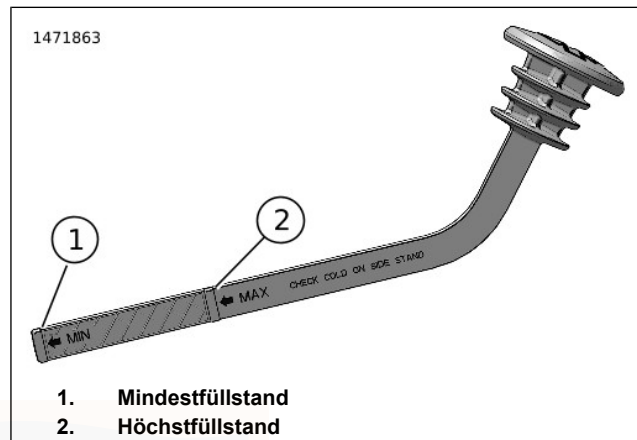

Abbildung 65. Kühlmittel-Einfüllverschlussstopfen/Messstab
4. Siehe Abbildung 65. Überprüfen, dass der Kühlmittelstand an der „MAX“-Linie (2) liegt.